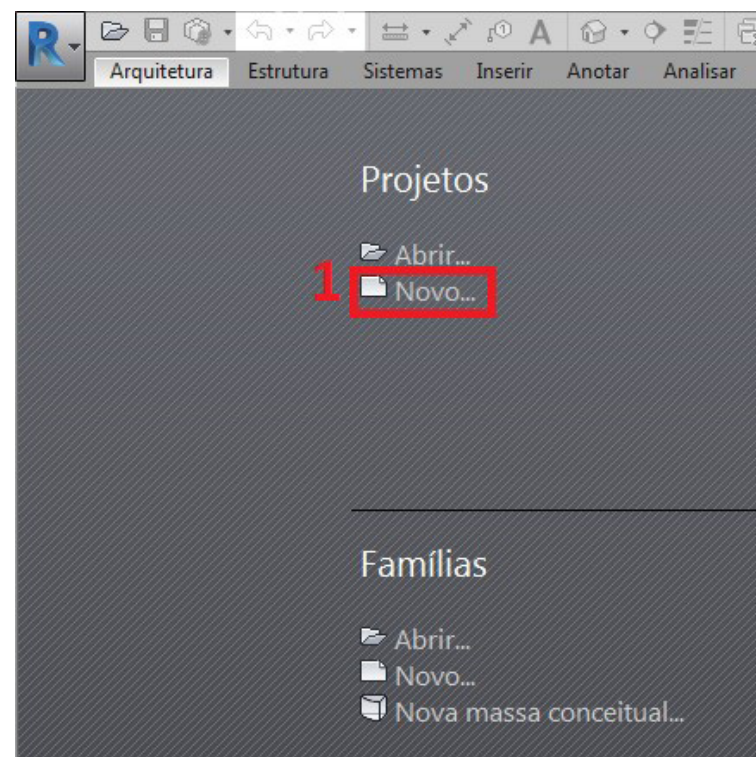

Figura 1 - Iniciar um novo projeto.
1. Na aba “Arquitetura”, clicar em “Novo...” próximo ao campo “Projetos”, conforme figura 1.